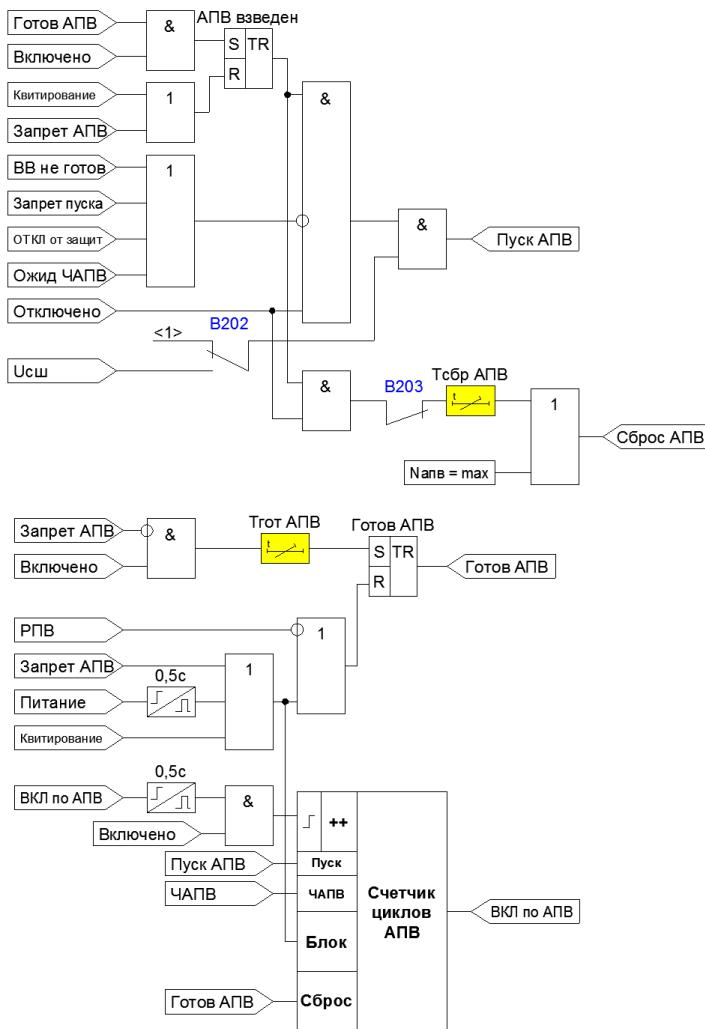

Рисунок 3.2.5 – Функциональная схема АПВ
- после включения ВВ набрана задержка времени готовности, появился сигнал готовности и выключатель продолжает оставаться включенным (Рисунок 3.2.5);